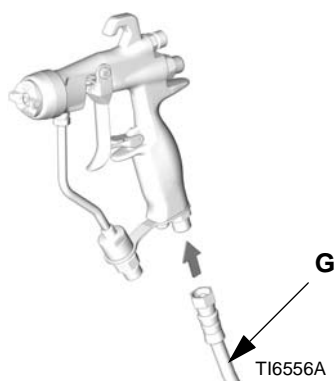

FIG. 2
5. Ligue o tubo de ar (G) à entrada de ar da pistola de 1/4 npsm. Consulte FIG. 2.